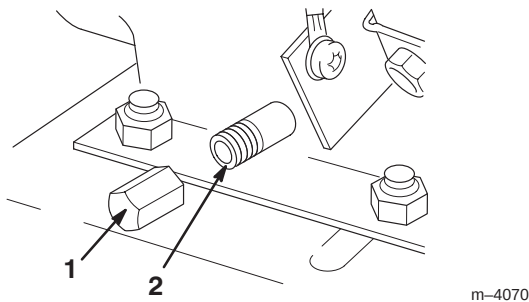

Bild 27
5. Reinigen Sie den Bereich um die Ölablassschraube (Bild 27).
6. Schieben Sie eine Ölwanne unter den Ablassstutzen und entfernen die Ölablassschraube (Bild 27).